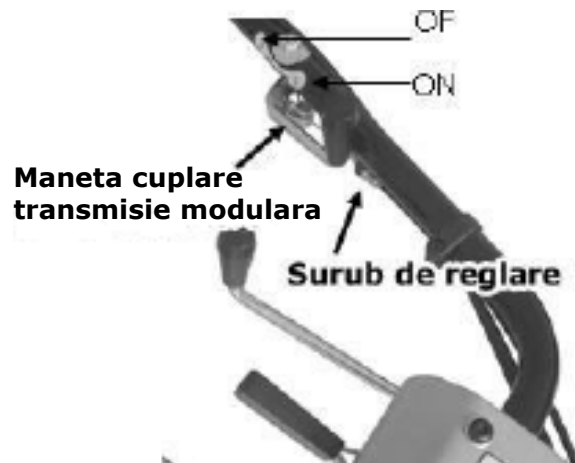

Figura 25
- Ambreajul are efect cand maneta este pe pozitia ON, iar efectul dispare cand maneta este pe pozitia OFF. Consultați Figura 25.
2. Rotiți mânerul ambreiaj al roților în poziția ON. Consultați Figura 25.
5. Reglarea ambreajului prizei de conectare: Când maneta de ambreaj este pe poziția ON, trageți ușor de demarorul motorului și observați dacă piesele accesoriului se pot roti. Dacă piesele de lucru ale accesoriilor nu pot să se rotească, vă rugăm să rotiți șurubul de reglaj spre interior. Când maneta de ambreaj este în poziția "OFF", piesele de lucru ale accesoriilor nu trebuie să se rotească. Dacă se pot roti, vă rugăm să rotiți șurubul de reglaj spre exterior. Consultați Figura 25
7. Rotiți maneta ambreajului pentru conector modular de transmisie pe poziția "OFF". Consultați figura 25.